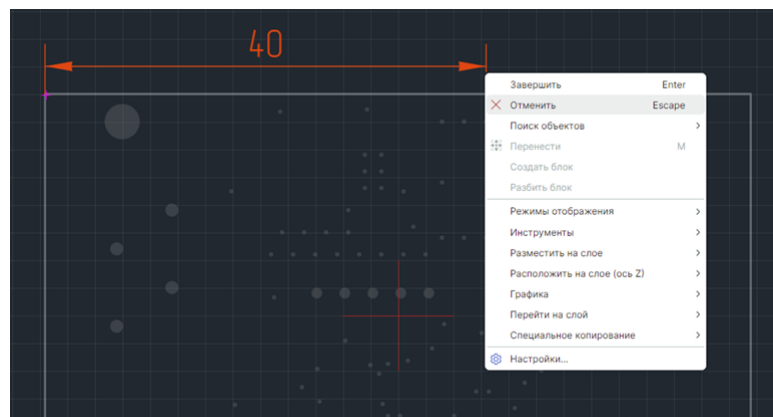

Рис. 287 Отмена размещения размерной линии
5. Размещение линии можно отменить, для этого нажмите клавишу «Escape» или вызовите контекстное меню и выберите «Отменить», см. Рис. 287.